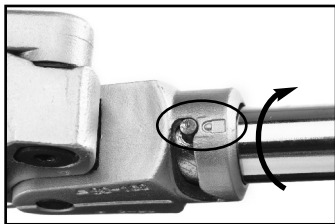

Figure 14 – Verrouiller
3. Tournez le manche du porte-galet jusqu'à la position « verrouillée » en faisant attention qu'il ne se déboîte pas du porte-galet. (Figure 14).